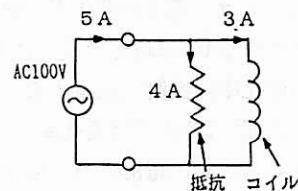
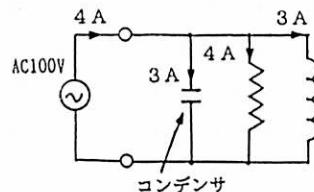

図4. コイルを含む負荷回路
図6. 力率改善の説明
抵抗があるとか、負荷がモーターで機械的仕事をさせたときは電力消費があり、それを抵抗で表すことができる。そこでモーターのような負荷は図4で表わされる。いまこの負荷に交流100Vを加えたとき抵抗に4(A)、コイルに3コイルの電流が流れたならば、電源から $4 + 3 = 7$ (A)の電流が流れるかと言えばそう
図4のモーターのような負荷に並列にコンデンサを接続した図6の場合を考える。それは図4の回路に並列に3(A)の電流が流れることで、コイルには加えた電圧に対して90度遅れの3(A)の電流が流れ、これに対してコンデンサには90度進んだ3(A)、すなわちコイルとは逆向きの電流が流れるため相殺され、電源から流れてくる電流は抵抗中の4(A)のみになる。したがって力率は力率 =  $400 / (100 \times 4) = 1.0$  になり、電線路には働く電流は流れず力率の改善が行われたことになる。